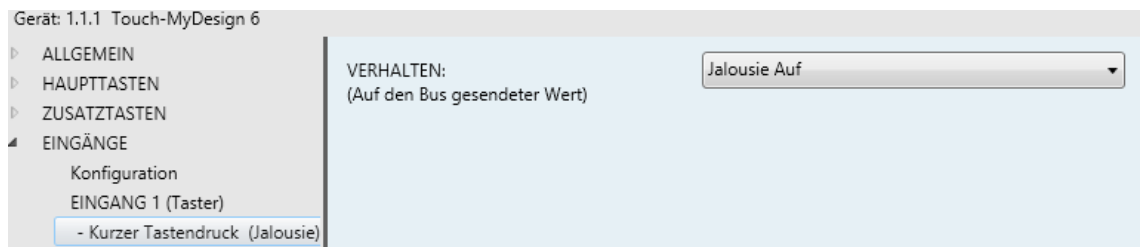

Abb. 23 Kurzer Tastendruck: Jalousiesteuerung (Eingänge > Taster)
- **Allgemeine 1-bit Steuerung:** bei Tastendruck wird über das Kommunikationsobjekt “[Ex] [Tastendr., kurz] Schalten:” ein Binärwert (“0” oder “1”, wechselt bei jedem Tastendruck) auf den Bus geschickt, der (siehe Abb. 23) auch periodisch gesendet werden kann. Bitte beachten, dass es nicht möglich ist, unterschiedliche Zeiten für den Sendezyklus einzustellen, falls bei jedem Tastendruck ein Wechsel des Binärwertes parametrisiert wurde. Die Zykluszeit kann zwischen 0 (das Objekt wird nicht wiederholt gesendet) und 255 Sekunden liegen.